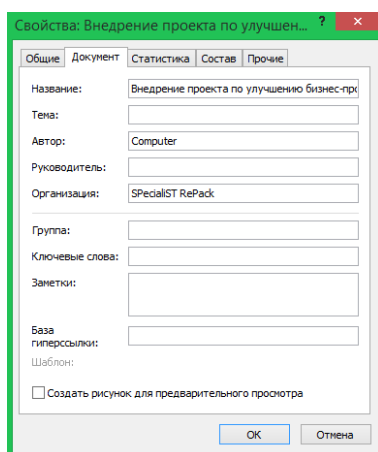

Рис. 1.3. Окно «Свойства»
2. В поле *Название* вводится название проекта, в данном случае вводим «Внедрение проекта по улучшению бизнес-процесса», в поле *Автор* вводится информация об авторе проекта (рис. 1.3). Нажмите кнопку *ОК*.